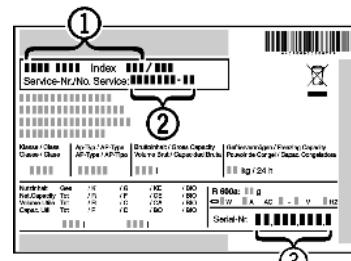

Fig. 18
- Обратитесь в сервисную службу и сообщите вид неисправности, наименование устройства Fig. 18 (1), сервисный № Fig. 18 (2) и серийный № Fig. 18 (3).